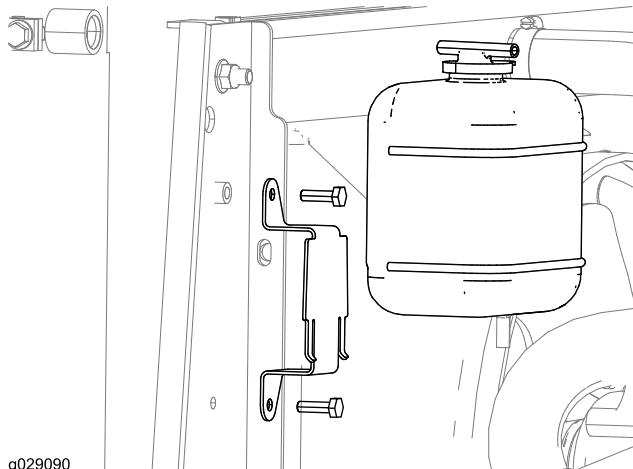

図 3
5. 図3に示すように、ラジエターのオーバーフロータンクとプラケットを機体から外す。